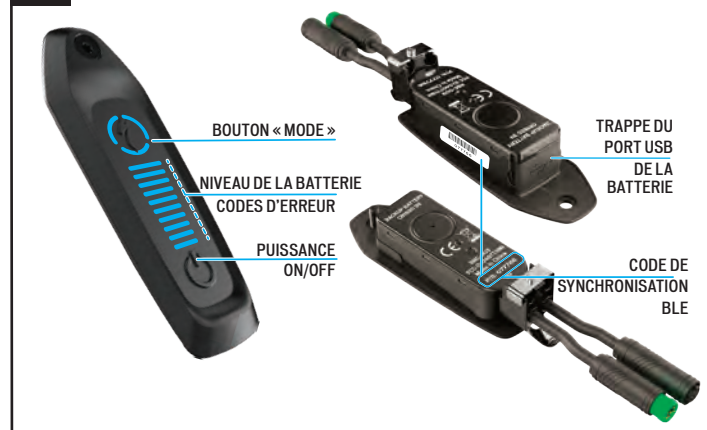
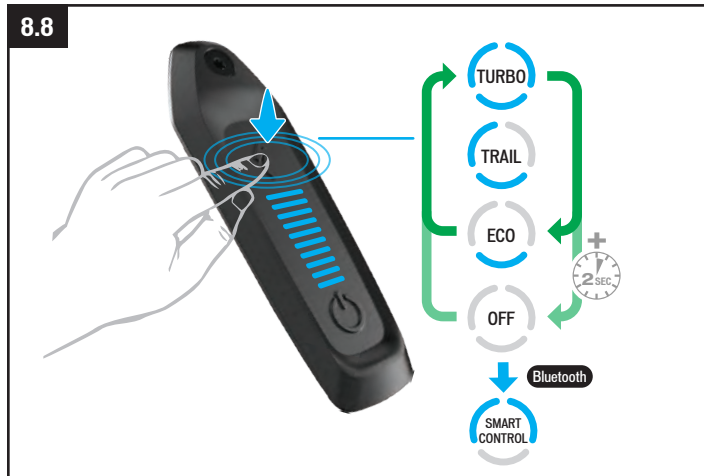

Fig. 8.1
Fig. 8.8
- Les différents modes d'assistance s'affichent sur le pourtour du bouton S (mode) (Fig. 8.1). Appuyez sur le bouton S pour faire défiler les modes (Fig. 8.8).